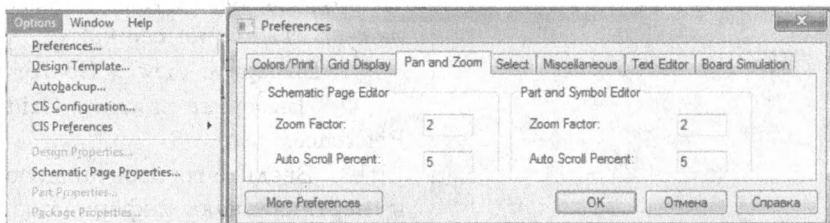

Рис. 1.37. Вкладка Pan and Zoom
1. Выберите Options > Preference, затем выберите вкладку Pan and Zoom (рис. 1.37).